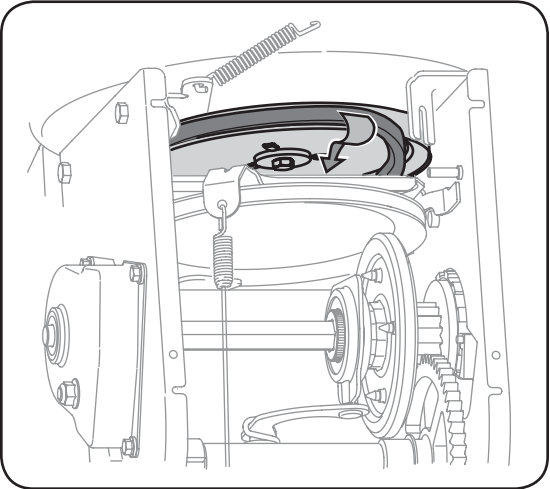

Figure 6-8
5. Dégagez la courroie de la poulie de la tarière et faites glisser la courroie en le support et la tarière en de la tarière. Remontez la courroie de la tarière en procédant dans l'ordre inverse. Voir la Figure 6-8.